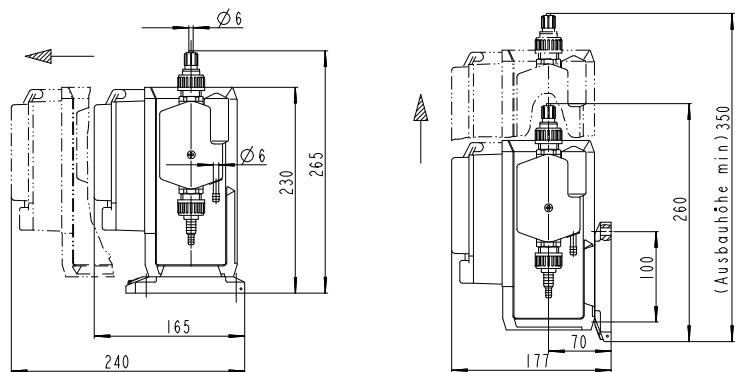

Abb. 4: Maßzeichnung
- Die Pumpe auf dem individuell aufschiebbaeren Pumpenfuß (siehe Abb.4) max. 1,5 m (bei Wirkstoffen mit Dichte 1,0 g/ml) über Behälterboden befestigen, jedoch vorzugsweise so niedrig als möglich (bei Dosieranlagen DM-T 20 – DM-T 100 auf dem Dosierbehälter).